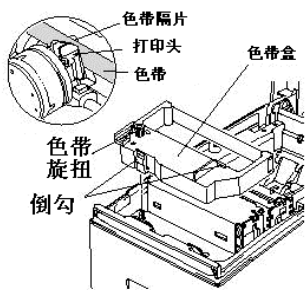
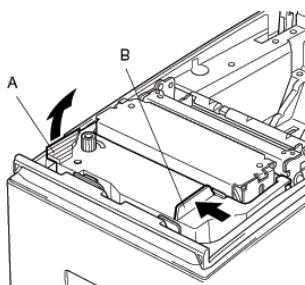

图5-2 安装色带
图 5-3 取出色带
③按图 5-2 所示方向装入色带，下压后装入。如果装得不理想，可在压着的同时沿箭头方向旋转进带旋钮。
④沿箭头方向旋转进带旋钮以张紧松弛的色带。
⑤盖回机盖。
**注意：**取出色带时，先拿起 A 部分，然后以 B 为转轴上转取出整个色带，如图 5-3 所示。